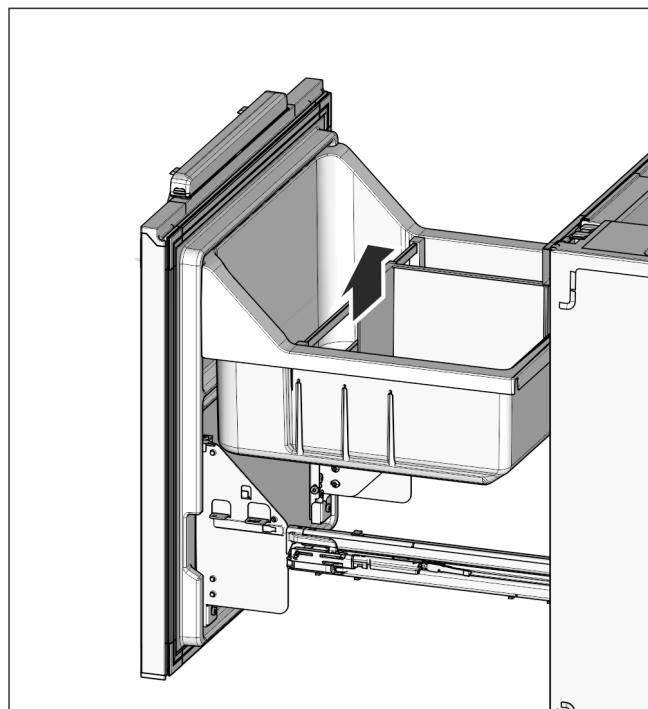

Fig. 25
- ▶ Znovu nasadte priestor na fláše Fig. 25 (32) a vyťahovaciu vaničku Fig. 25 (31).